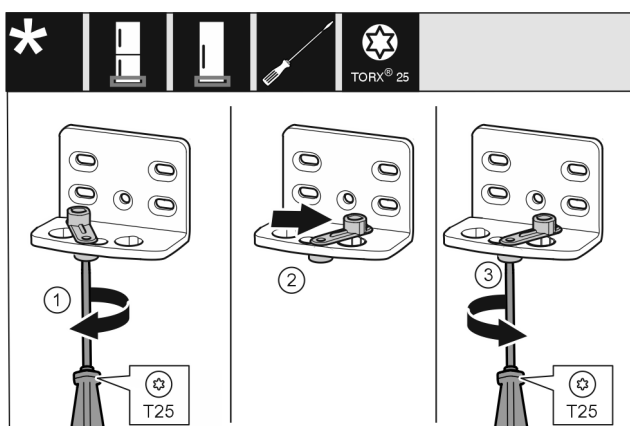

Fig. 17 *
- ▶ Visser sans serrer la vis Fig. 17 (1) avec un tournevis.*
- ▶ Soulever l'aide à la fermeture de la porte Fig. 17 (2) et la tourner à 90° vers la droite dans l'alésage.*
- ▶ Serrer la vis Fig. 17 (3) avec un tournevis.*